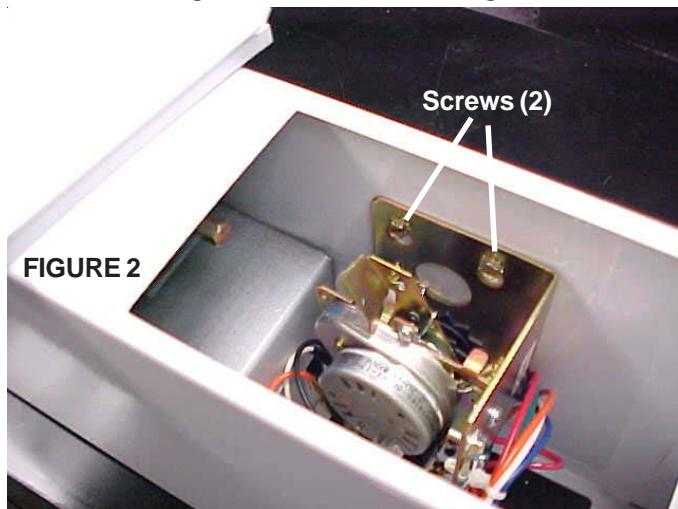

FIGURE 2
- Dévissez les deux vis fixant le support de la minuterie au boîtier du compteur et soulevez pour retirer l'assemblage de la minuterie. Voir Fig. 2.